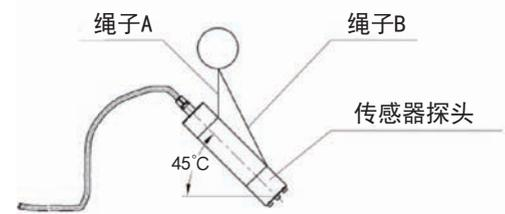

图3
2.如图3所示，分别用两根尼龙绳固定在传感器的外壳上，拿着两根绳子的末端将传感器提起，然后调整绳子B的长度使传感器探头成45度角向下倾斜。将两根绳子的末端套在浮台远离固定杆一侧的固定柱上。